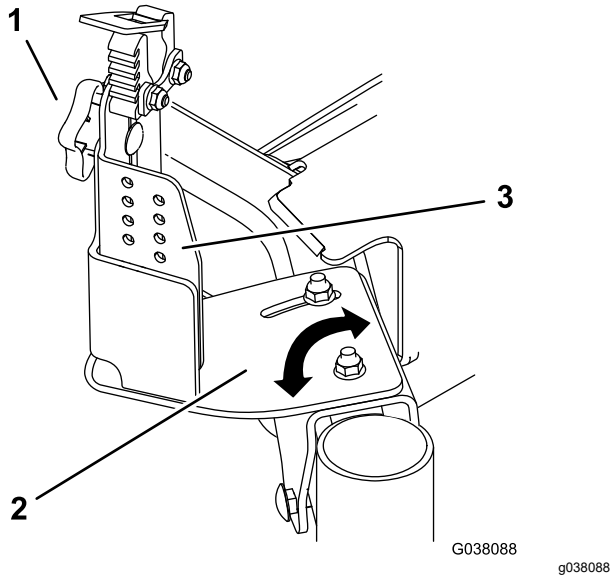

Bild 9
2. Lösen Sie die Schrauben, mit denen die Befestigungsplatte an der Kanalhalterung in der vorderen Befestigung montiert ist (Bild 9).
4. Lösen Sie das Handrad und heben Sie die Platte des Rasentrimmers an oder senken sie ab (Bild 9). Ziehen Sie das Handrad fest.